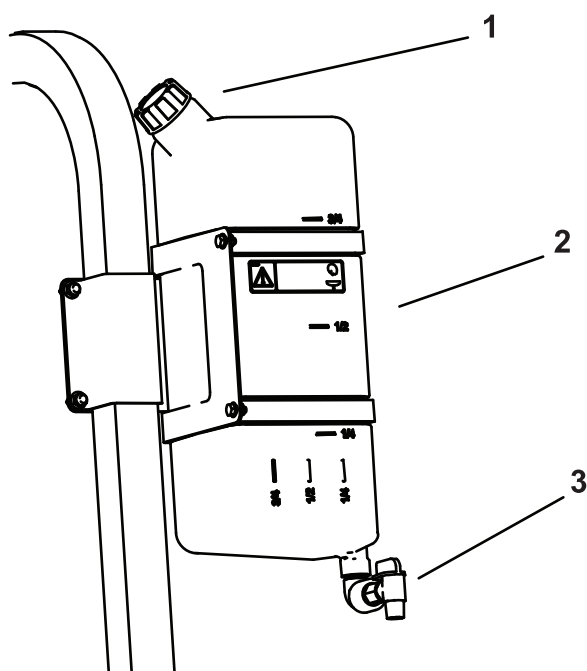

図 70
- タンクに水を入れるには、タンク上面にあるキャップを外し、水を入れて元通りにキャップを取り付けます 図 70。
- コックのレバーをひねれば水が出ます 図 70。